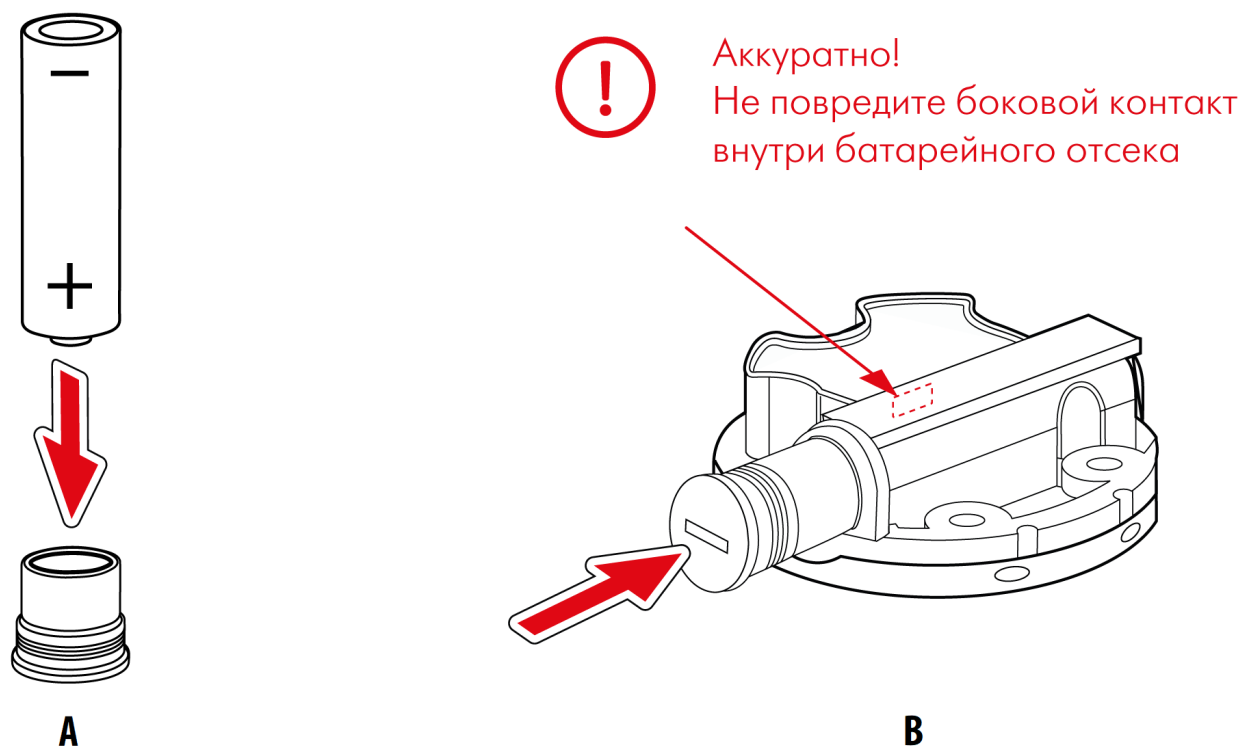

Рис.49. Замена батареи
3. Взять новую батарею из комплекта WSB-1 и поместить плюсовым контактом в новую резьбовую заглушку с уплотнительными резиновыми кольцами (**Рис.49, А**).
4. Аккуратно установить в отсек новую батарею с резьбовой заглушкой (**Рис.49, В**).